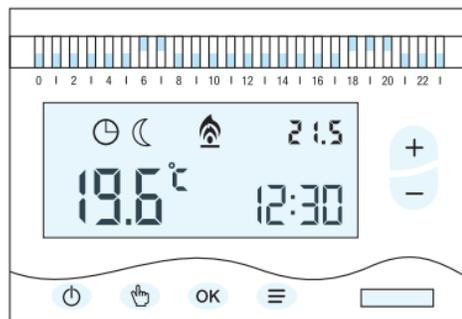

fig.16
9.4 Mentre nelle restanti ore della giornata, dove i micro-interruttori si trovano verso il basso è attivo il funzionamento automatico con temperatura di Riduzione. Sul display compare anche il simbolo di Luna fig.16